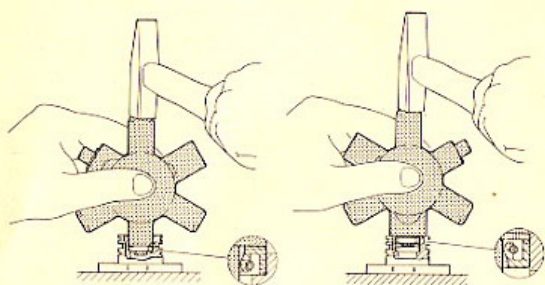

FIG. 30 Montaggio paraoli pompa
- 2) Montare i due paraoli correttamente come indicato in fig. 30 usando l'apposito tampone (cod. 05.0375.0). Controllare che il foro di drenaggio sia rimasto aperto.